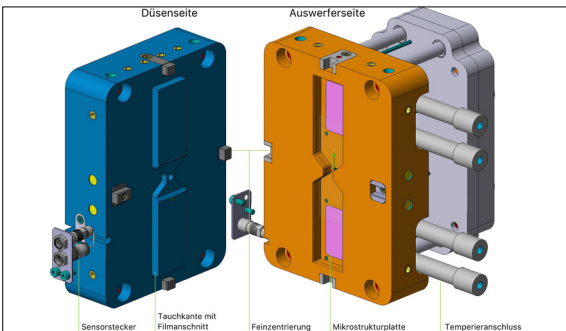
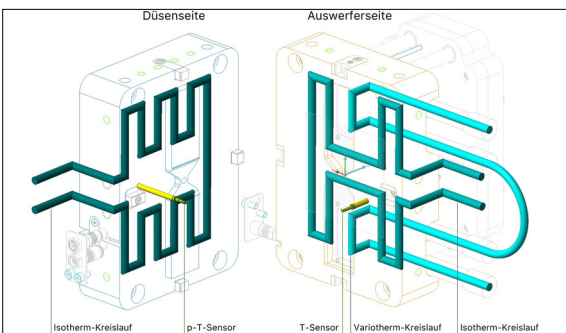

Abbildung 2: Wechselform für Stammwerkzeug; Die Tauchkanten erfordern Feinzentrierungen zur präzisen Führung. Eigene Darstellung
Abbildung 3: Temperierung und Sensoren; Der variotherm-Kreislauf wird über ein Heisswasser-Kaltwasser-System temperiert. Eigene Darstellung
**Ergebnis:** Entstanden ist eine 2-fach-Wechselform mit Tauchkanten. Durch diese Tauchkanten wird das Austreten der Schmelze verhindert, wenn das Werkzeug während der Einspritzphase um den Prägespalt geöffnet ist. Ein weiterer Vorteil ist die Möglichkeit, verschiedene Bauteildicken (2 - 4 mm) zu realisieren. Das Formteil wird über ein Heisskanalsystem mit Nadelverschlussdüse mittels einem Filmanschnitt angespritzt. Die Mikrostrukturen befinden sich auf einer Platte, welche ohne grossen Aufwand für verschiedene Geometrien ausgetauscht werden kann (Abb. 2). Neben den zwei isothermen Temperierkreisläufen befindet sich ein dritter, thermisch isolierter Variotherm-Kreislauf, welcher die Zone der Mikrostrukturen konturnah aufheizen und abkühlen kann. Zur Überwachung ist in der Düsenseite ein Druck- & Temperatursensor und in der Auswerferseite ein Temperatursensor verbaut (Abb. 3). Das Werkzeug und die Werkstattzeichnungen sind in VISI konstruiert worden. Mit CADMould sind die Simulationen zur Auslegung erfolgt, wobei jedoch keine variothermen Untersuchungen gemacht wurden.